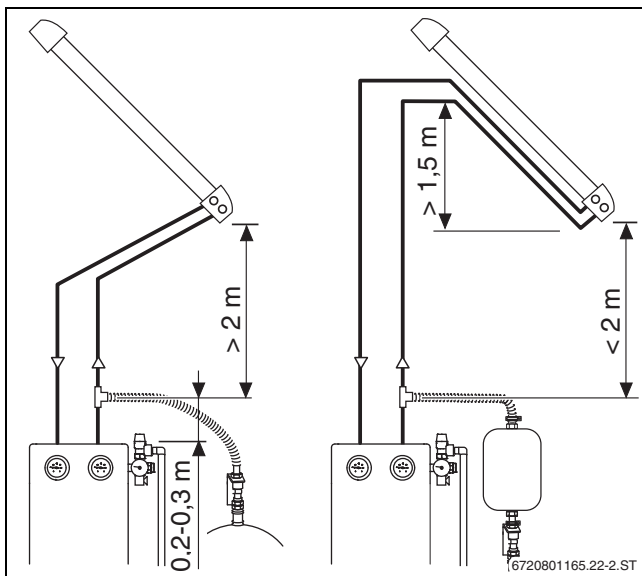

Fig. 9 Distanța față de câmpul de panouri (VK)
- La câmpul de panouri cu tur și retur realizați un "buzunar de conducte" de cel puțin 1,5 m înălțime (→ Fig. 9).